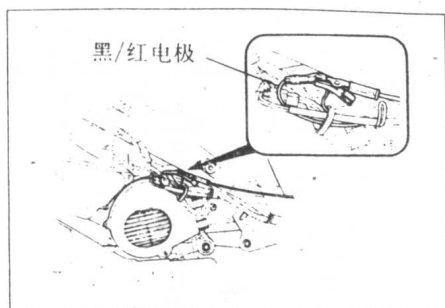

图 1-17
(4) 在磁电机引出电线连接处接个电动转速计, 见图 1-17。
(5) 调整节气阀止动螺丝使怠速达到如下值: $1700 \pm 150 \text{r/min}$ 。
(6) 再次调整节气阀钢索游隙。